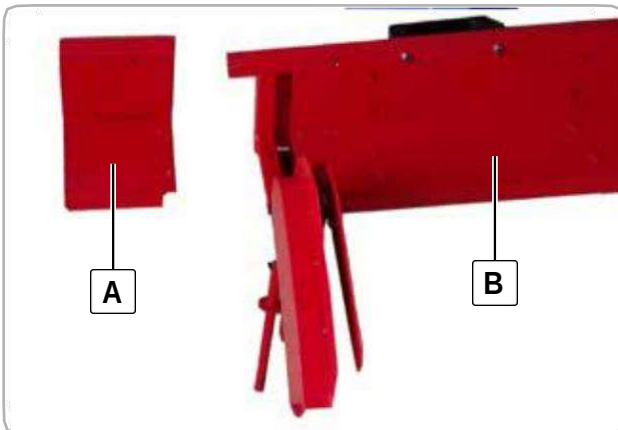

Fig.8
■ Montage de la rallonge de table de travail (Fig.8)
Installez l'extension d'établi (A) avec l'établi (B) à l'aide de 2 vis M6x12 avec 2 rondelles plates Ø6 (voir Fig. 8).